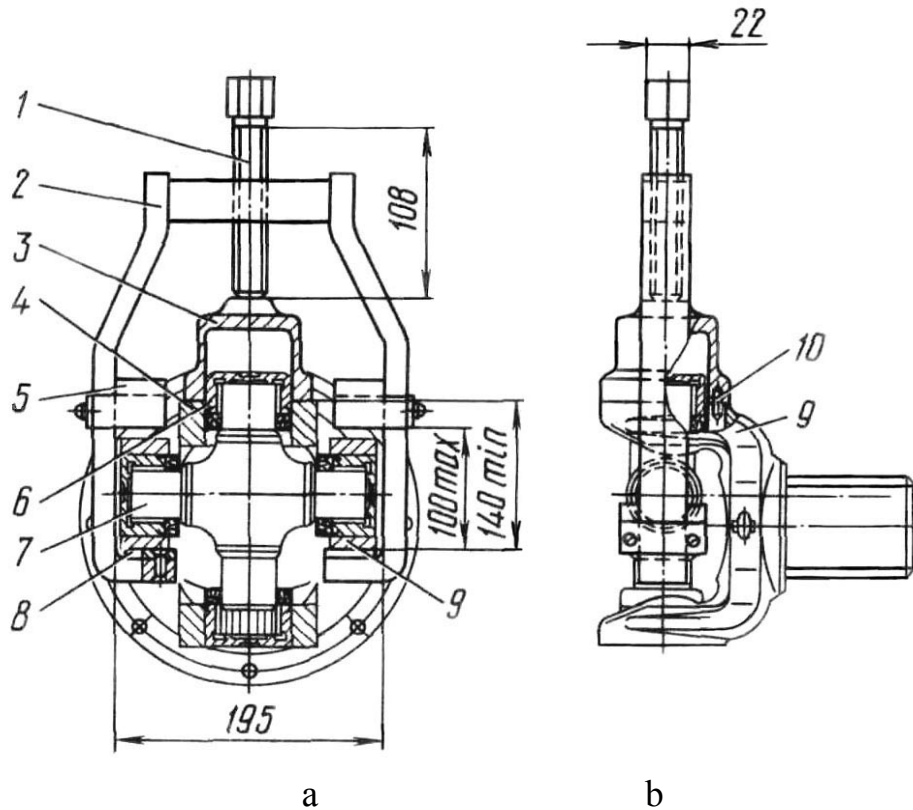

Рис.22. Выпрессовка подшипников крестовины карданного вала:
- с помощью съёмника (рис.22) выпрессуйте игольчатые подшипники 11;